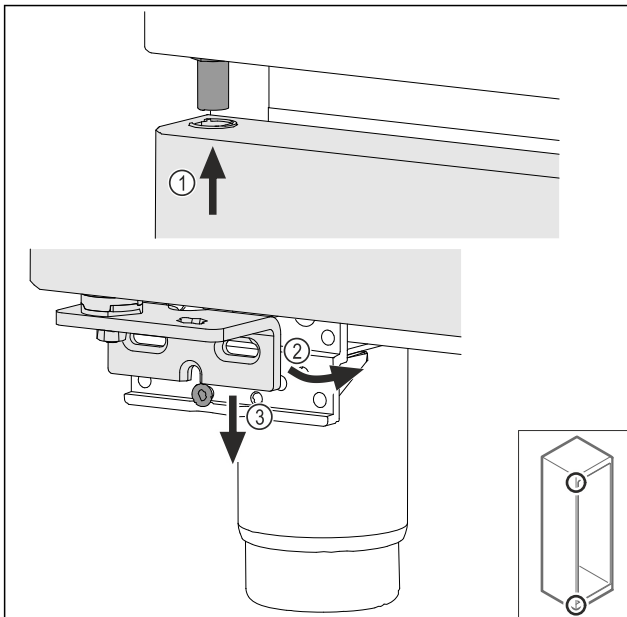

Fig. 39
- ▶ Deur iets gekanteld aan de bovenzijde terugplaatsen Fig. 39 (1), deur recht uitlijnen Fig. 39 (2) en aan de onderzijde op de lagerbokschroef Fig. 39 (3) plaatsen.